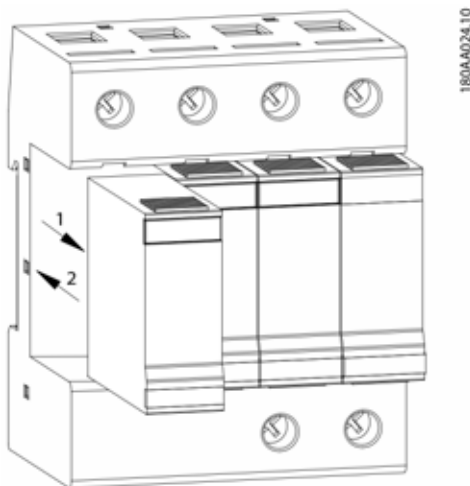

Figura 1.2 Scaricatore di sovratensioni per CA (3)
4. Estrarre lo scaricatore di sovratensioni difettoso. Vedere (1) nella figura 1.2 e (1) nella figura 1.3.
1. Inserire i nuovi scaricatori di sovratensioni finché non scattano in posizione. Vedere (2) nella figura 1.2 e (2) nella figura 1.3.